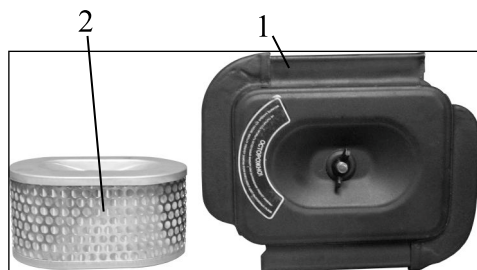

рис. 3 **Внимание!** Использовать моющие средства для очистки воздушного фильтра запрещено. Смачивать фильтрующий элемент любыми жидкостями запрещено.
6.3.1 Демонтируйте крышку **1** (рис.3). При отделении крышки от корпуса не повредите уплотнение. Снимите фильтрующий элемент **2** (рис.3). Убедитесь в чистоте и целостности фильтрующего элемента. При необходимости установите новый фильтр. Воздушный фильтр следует заменять при изменении цвета выхлопных газов или неустойчивой работе двигателя, но не реже 500 часов работы.